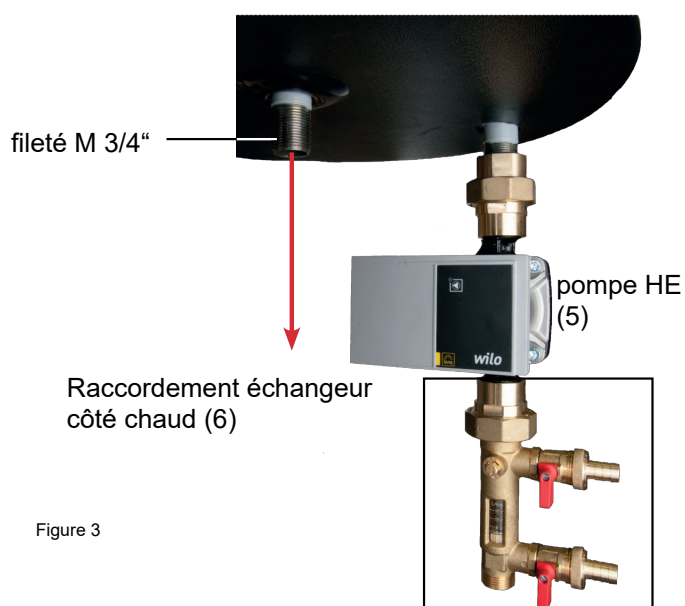

Figure 3
Connectez le **Drain Back** à l'**échangeur de chaleur dans le réservoir**. Utilisez les **connexions (6) et (10)** - voir les **figures 3 et 5**.